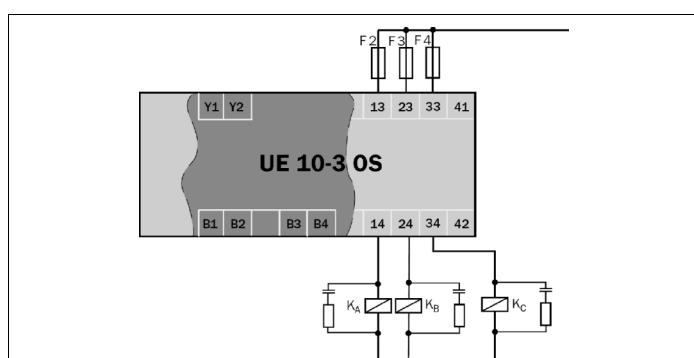

Abb. 2: Basisbeschaltung UE10-3OS
• Um das Verschweißen der Kontakte der eingebauten Relais zu verhindern, ist eine Überstromschutzeinrichtung mit max. 6 A Kurzschlußschutz (Betriebsklasse gG) in die Strompfade einzubinden (siehe Abb. 2, Freigabestrompfade Sicherung F2/F3/F4).